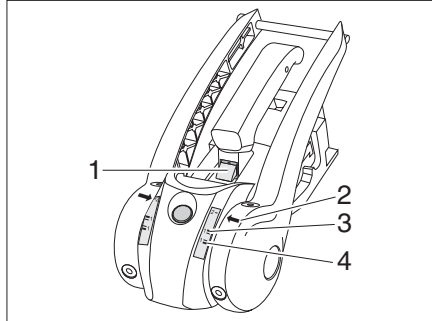

Fig. 150 Control de desgaste de forros de fricción
- Si la marca verde es visible (Fig. 150,1), los forros de fricción delanteros y traseros están todavía en orden. Si la marca verde ya no es visible, deben cambiarse los forros de fricción.
- Si la flecha (Fig. 150,2) está por debajo de la marca Softdock 1 verde, (Fig. 150,4) los forros de fricción a derecha e izquierda están en orden. Si la flecha (Fig. 150,2) está por encima de la marca Softdock 1 roja, (Fig. 150,3) los forros de fricción a derecha e izquierda deben cambiarse.
- Si la marca verde es visible (Fig. 150,1), la bola del acoplamiento está en orden. Si la marca verde ya no es visible, el diámetro de la bola del acoplamiento < es 49 mm, y debe cambiarse la bola del acoplamiento.